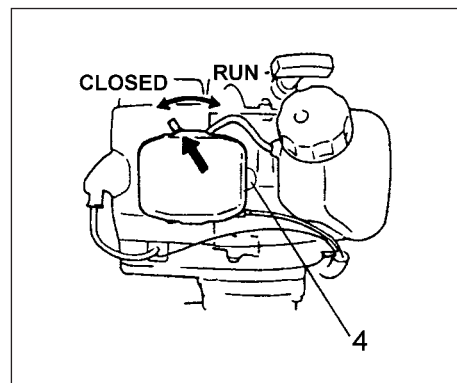

Рис. 2-3
- \* Несколько раз нажать на заливочный баллон (4), чтобы топливо потекло через баллон или обратную трубку. (При наличии подобного оснащения) (Рис. 2-3)
3. Установить рычаг заслонки в положение CLOSED (ЗАКРЫТО). (Рис. 2-3)
5. Если Вы услышите, что двигатель начинает заводиться, верните рычаг заслонки в положение RUN (РАБОТА) (открыто). Затем снова быстро потяните возвратный стартёр. (Рис. 2-3)